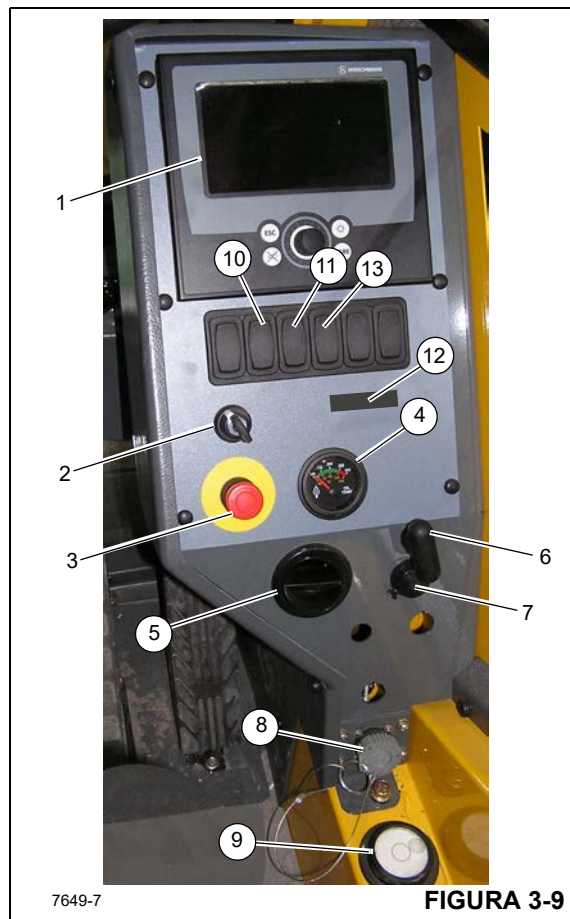

FIGURA 3-9
Números dos itens da Figura 3-9
O painel de controle dos sistemas do RCL e de definição de área de trabalho (1) (Figura 3-9) localiza-se no lado direito da cabine. Ele mantém os controles e indicadores do Sistema RCL (Limitador de capacidade nominal) e do Sistema de definição da área de trabalho do guindaste. Consulte o Manual do RCL para obter informações detalhadas.
A Chave de contorno (cancelamento) do RCL (2) (Figura 3-9) é do tipo momentânea. Gire e segure a chave na posição ON (Ligada) (direita) para desengatar os controles do IMC. Solte a chave para permitir que os controles do RCL sejam reativados.
A chave de parada de emergência do guindaste (3) (Figura 3-9) localiza-se no console da cabine do guindaste e é usada para desligar o motor do guindaste. Pressione o botão vermelho para desligar o motor, o que acende o indicador de parada de emergência na coluna de direção. Gire e puxe o botão para retomar a operação normal.
O indicador da temperatura do óleo de transmissão (TRANS TEMP) (4) (Figura 3-9) está localizado no centro do console dianteiro à direita da coluna de direção. O indicador mostra a temperatura do óleo de transmissão em uma escala dupla calibrada de 60 a 160°C e 140 a 320°C. O indicador recebe sinal de uma unidade de transmissão da temperatura na linha de óleo do conversor de torque.
A Alavanca de controle de trava de giro do pino da plataforma rotativa (6) (Figura 3-9) localiza-se no painel de controle lateral. O objetivo da trava contra giro do pino é bloquear a superestrutura na posição diretamente sobre a dianteira para apanhar e transportar cargas.
A tomada de 12 V para acessórios (7) (Figura 3-9) está localizada na parte inferior do painel de controle e está projetada para aceitar a maioria dos conectores adaptadores para 12 V.
O conector de diagnóstico (8) (Figura 3-9) está localizado na parte inferior do painel de controle dianteiro. Ele é usado na manutenção do sistema elétrico do guindaste.
O indicador de nível de bolha (9) (Figura 3-9) localiza-se na lateral direita da cabine, abaixo do painel de controle do lado direito. O indicador fornece ao operador um auxílio visual para determinar o nivelamento do guindaste.
O indicador de 3ª volta do cabo do guincho (10) (Figura 3-9) localiza-se no console direito. O indicador acende em vermelho quando restarem três ou menos voltas do cabo em qualquer guincho.
O indicador de clima frio opcional (11) (Figura 3-9) localiza-se no console direito. O indicador acende quando a temperatura ambiente está abaixo de -29°C (-20°F). Ele serve como aviso para que o operador interrompa a operação sob frio extremo.
O Indicador de carga do cilindro telescópico (13) (Figura 3-9) está localizado no painel de controle do lado direito e faz parte do sistema de carga do cilindro telescópico. O sistema de carga do cilindro telescópico foi projetado para evitar retração da lança causada por contração térmica nas seguintes condições de operação: Se o guindaste for operado com um comprimento de lança longo e um ângulo de lança baixo, e o óleo hidráulico nos cilindros telescópicos resfriar e contrair, as forças de atrito na lança estendida evitarão que a lança se retraia. Em seguida, se o operador começar a elevar a lança sem movimento telescópico ligeiramente para fora, o guindaste pode alcançar um ângulo de elevação da lança em que o peso das seções da lança e da carga superem as forças de atrito nas seções da lança, fazendo a lança se retrair até que a coluna de óleo dentro dos cilindros voltem a sustentar as seções da lança. O sistema de carga do cilindro telescópico evita que a lança se retraia nessas condições reabastecendo automaticamente o volume de óleo hidráulico perdido nos cilindros telescópicos devido à contração térmica.
O LED indicador de temperatura ambiente (12) (Figura 3-9) localiza-se no console direito. Quando a temperatura ambiente fora do guindaste cai abaixo de -29°C (-20°F), o LED indicador acende e envia um sinal ao sistema RCL.